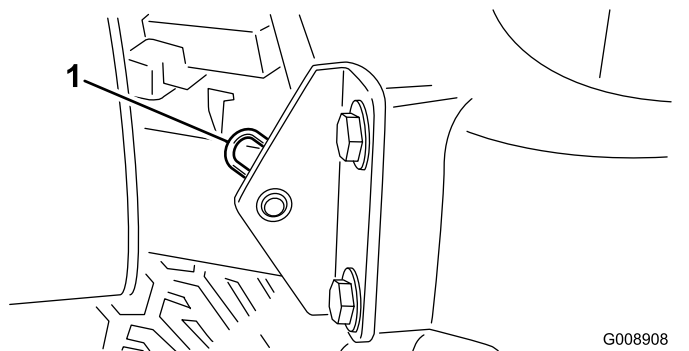

Рисунок 43
2. Снимите игольчатый шплинт крепления оси поворота капота к монтажным кронштейнам (Рисунок 43).